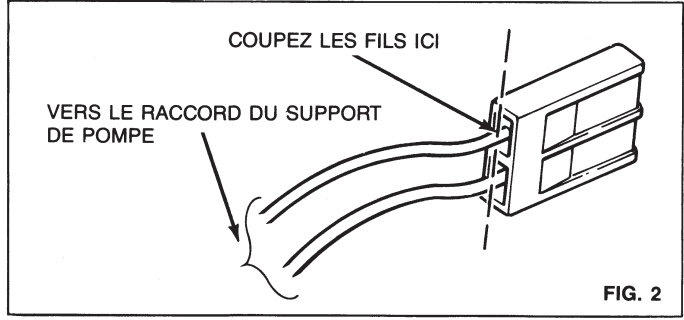

FIG. 2
F) Déterminez et notez lequel des fils est le fil positif (+) d'alimentation de la pompe et lequel est le fil négatif (-) de mise à la masse, puis déposez le connecteur électrique (figure 2) en coupant les fils comme montré.